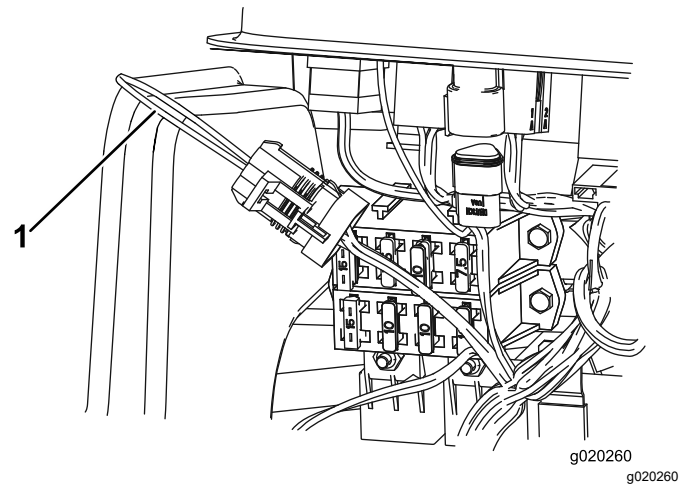

Bild 36
3. Ermitteln Sie den Kabelbaum und den Rückführungsstecker (Bild 36).